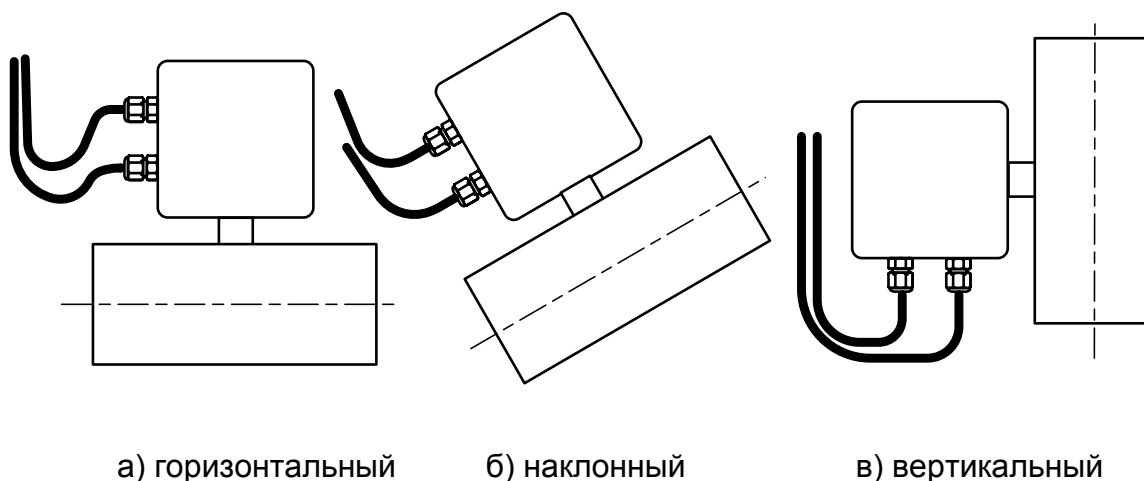

Рис.3. Положение кабелей на входе в гермовводы при монтаже ЭМР в трубопровод.
- при монтаже расходомера в наклонный или вертикальный трубопровод устанавливать измерительный блок гермовводами вниз (рис.3);
При использовании кабелей плоского сечения, например, типа ШВВП для исключения возможности попадания влаги внутрь измерительного блока через гермовводы необходимо подключить кабели с образованием ниспадающей U-образной петли в вертикальной плоскости (рис.3).